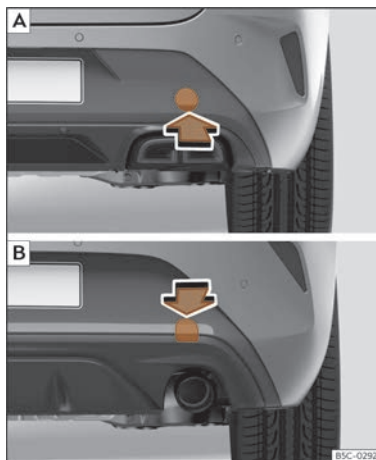

Fig. 221 En el lado derecho del paragolpes trasero: retirar la tapa. [A] Leon Sportstourer; [B] Leon.
El alojamiento de la argolla de remolque enroscable se encuentra en el lado derecho del paragolpes trasero detrás de una tapa >>> fig. 221.
- *Leon Sportstourer*: Presione sobre la zona inferior de la tapa >>> fig. 221 [A] para desencastarla.
- *Leon*: Presione sobre la zona superior de la tapa >>> fig. 221 [B] para desencastarla.
- Enrosque la argolla de remolque en el alojamiento girándola al máximo **en el sentido contrario al de las agujas del reloj** >>> fig. 221, >>> fig. 221. Utilice un objeto adecuado con el que pueda enroscar completa y firmemente la argolla de remolque en su alojamiento.